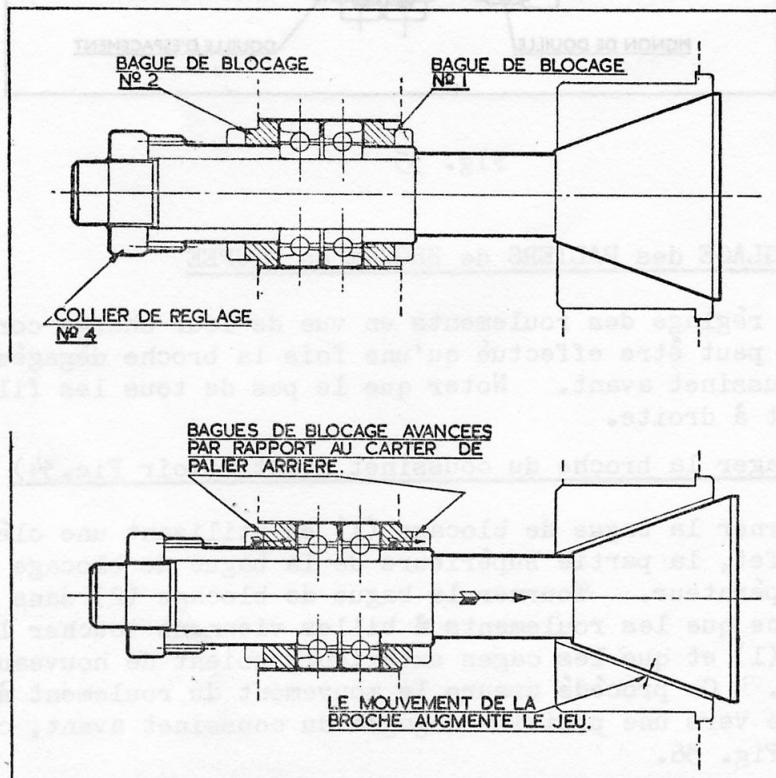

Fig. 36 Mouvement de broche exagéré
tourner la bague de blocage (1) en utilisant une clé "C" prévue à cet effet, la partie supérieure de la bague de blocage étant tournée vers l'opérateur. Tourner la bague de blocage (2) dans le même sens, jusqu'à ce que les roulements à billes viennent toucher la bague de blocage (1) et que les cages extérieures soient de nouveau bloquées ensemble. Ce procédé assure le mouvement du roulement à billes et de la broche vers une position dégagée du coussinet avant, comme indiqué dans la Fig. 36.